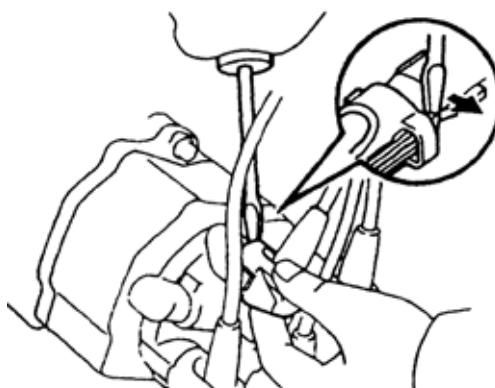

图 9-24
1) 拆下线圈和高压线装置(有阻抗的), 如图 9-24 所示。